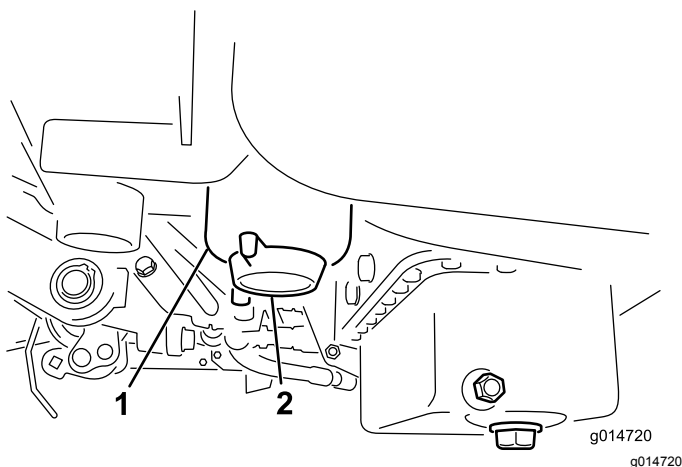

Figure 30
3. Dévissez le bouchon de vidange situé sur le filtre à carburant d'environ un tour et vidangez l'eau éventuellement accumulée (Figure 30).